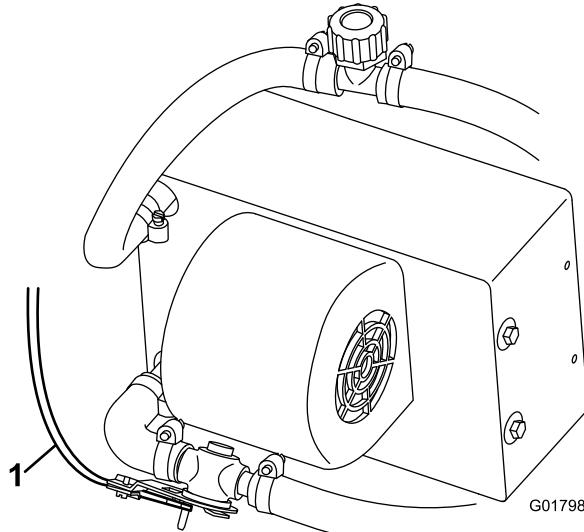

Figura 24
8. Posate e collegate il cavo di comando del riscaldatore alla valvola del riscaldatore (Figura 24).